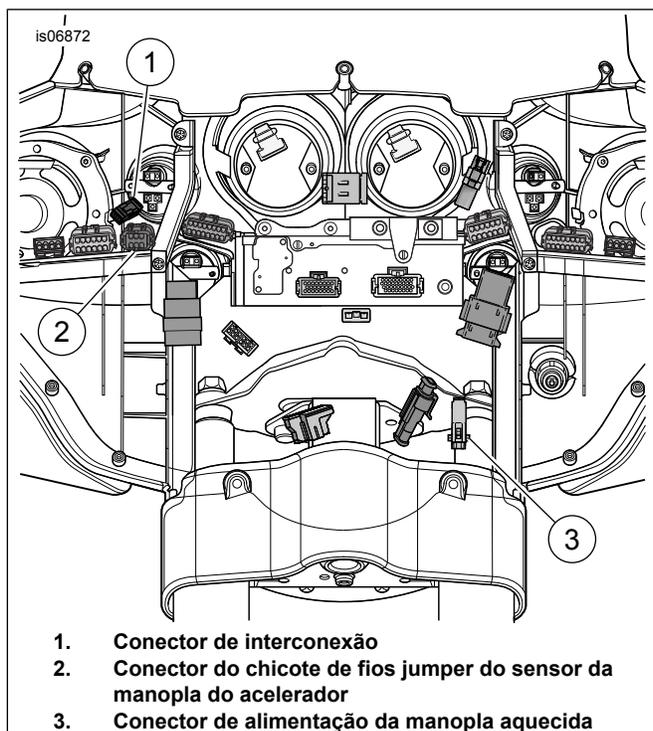

Figura 5. Fiação da carenagem (Modelos FLH)
Veja Figura 5 . O conector de alimentação da manopla (3) tem uma tampa que deve ser removida antes de conectar à fiação do veículo.
2. Veja Figura 5 . Conecte a metade do conector de alimentação da manopla esquerda ao conector de alimentação da manopla (3).
3. Conecte (1) ao conector da manopla do lado esquerdo.
- c. Conecte o conector do chicote de fios principal TGS do chicote de fios jumper no conector (2).